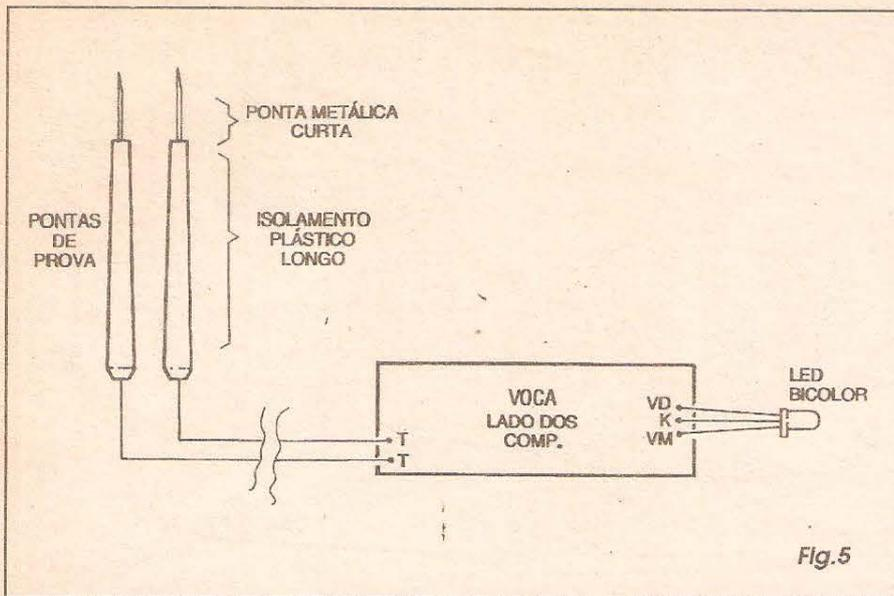

Fig.5
- FIG. 5 - CONEXÕES EXTERNAS À PLACA - Poucas e muito simples, as ligações *da placa pra fora* estão detalhadas na figura, onde a plaquinha continua vista pelo seu lado sem cobre (o mesmo onde ficam os componentes, já visualmente *mastigados* no diagrama anterior...). Observar com cuidado as conexões dos terminais do LED bicolor, eventualmente recorrendo à FIG. 3 para sua perfeita identificação... Notar ainda (quanto ao LED...) que o componente, dependendo da forma, dimensões e disposição geral do *container* adotado ou obtido, poderá tanto ficar em posição definitiva *perpendicular* à placa, quanto em posição *longitudinal* (a mostrada, como exemplo, na figura...). As pontas de prova devem ter seus respectivos cabos ligados aos pontos T-T da placa, lembrando que os ditos fios, para conforto e praticidade no uso do VOCA, não devem ser muito curtos (no mínimo, de 30 a 50 cm.), além de *obrigatoriamente* deverem ser de tipo bem resistente e flexível, isolado... Como as pontas lidarão com C.A., não precisam de nenhuma indicação ou codificação de polaridade, podendo então ser ambas da mesma cor (nada impedindo, contudo, o uso do velho *manjado* par vermelho/preto, conforme usado nos multímetros comuns...).